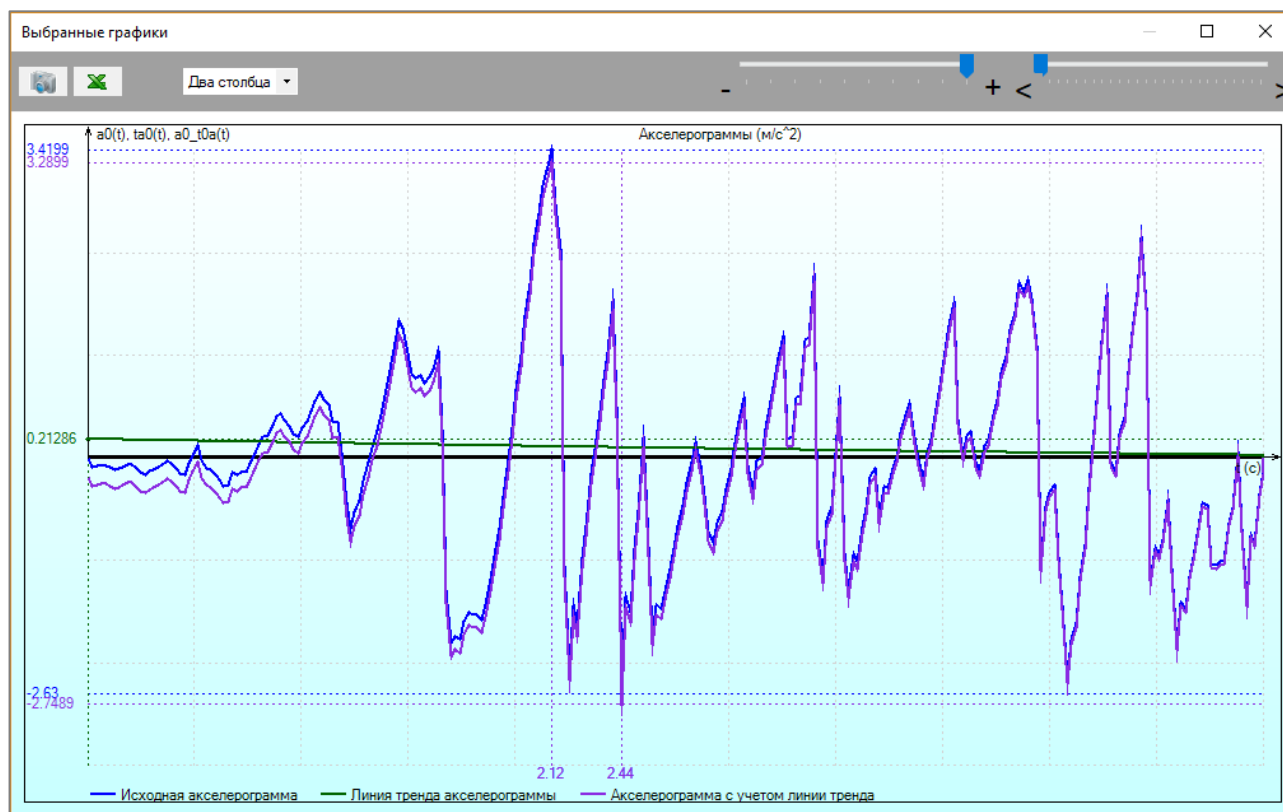

Рис. 13.12. Удаление тренда с помощью кубической аппроксимации
- **Удаление тренда акселерограммы/сейсмограммы** — в этом случае вычитаются средние значения, полученные линейной, квадратичной или кубической аппроксимацией (рис. 13.12).